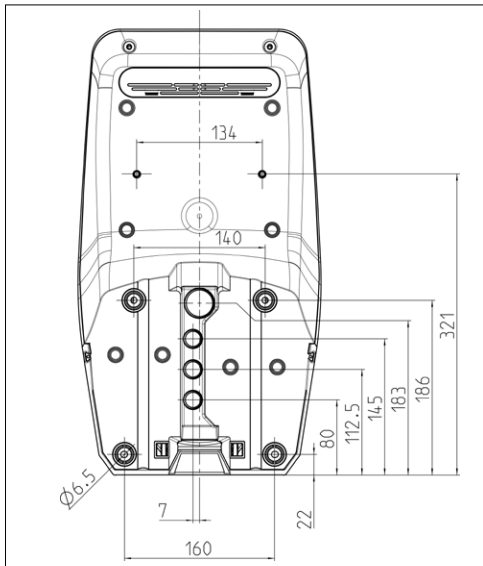

Fig. 10: Dimensions de perçage [mm]
En cas d'installation encastrée, la position de la ligne d'alimentation doit être définie à l'aide du gabarit de perçage fourni ou de la figure «Fig. 10: Dimensions de perçage [mm]».
- ▶ Dessiner les trous de fixation à l'aide du gabarit de perçage fourni ou de la figure «Fig. 10: Dimensions de perçage [mm]».